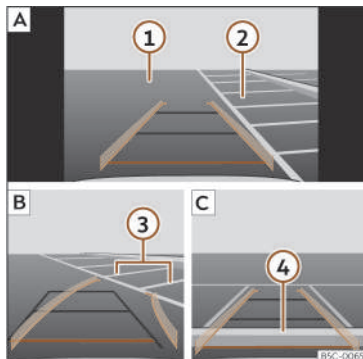

Fig. 145 Visualizzazione sulla schermata del sistema infotainment: parcheggiare con l'assistente alla retromarcia.
Legenda della >>> **fig. 145:**
- Posizionare il veicolo davanti all'area di parcheggio >>> **fig. 145 2 A**.